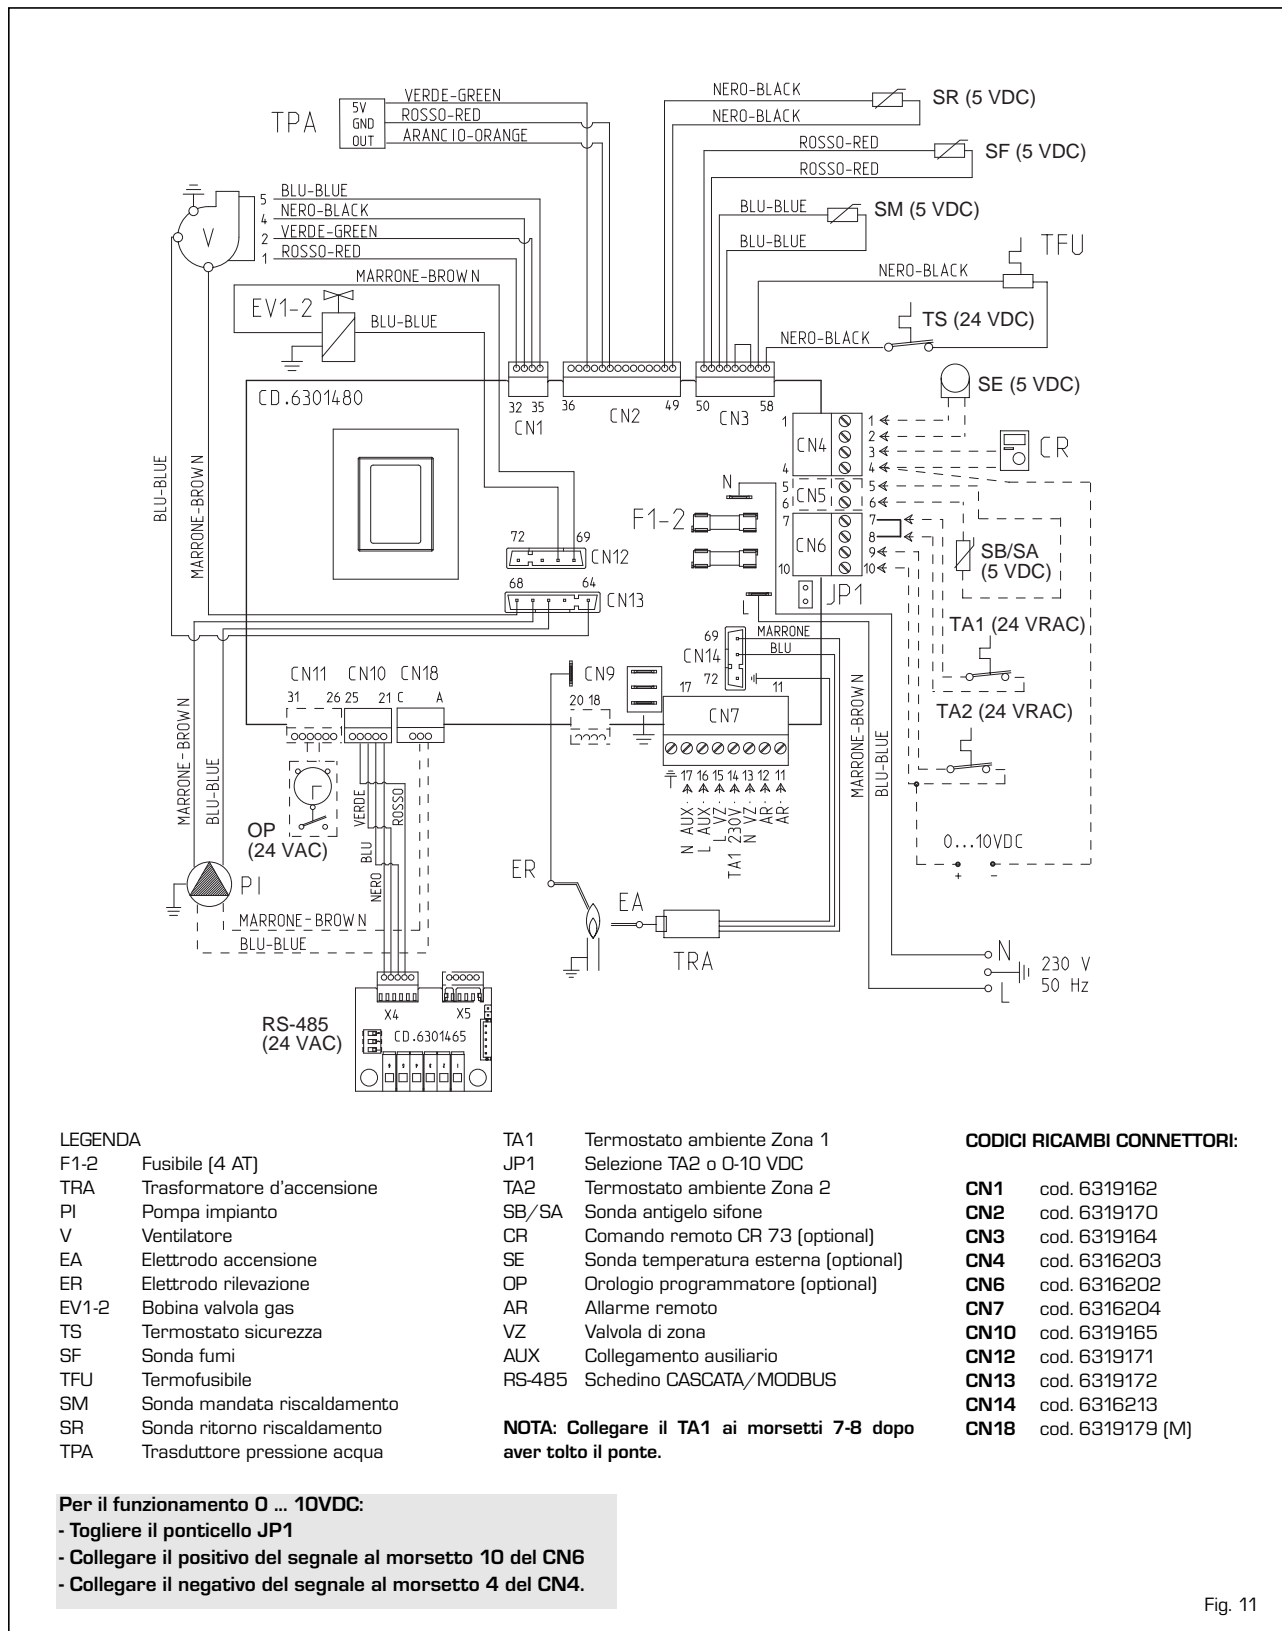

Fig. 11
2.11.1 Schema elettrico singolo modulo "MURELLE EQUIPE 50 BOX (M)" (fig. 11)
2.11.2 Collegamento elettrico dei moduli in sequenza/cascata e del kit sicurezze ISPESL (fig. 11/a)